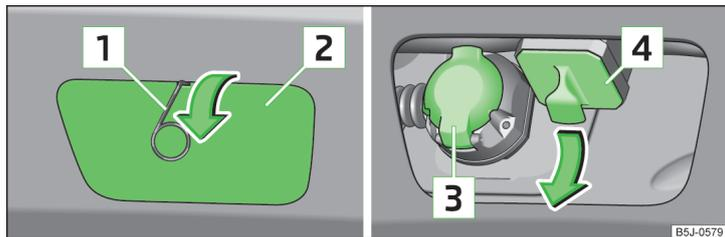
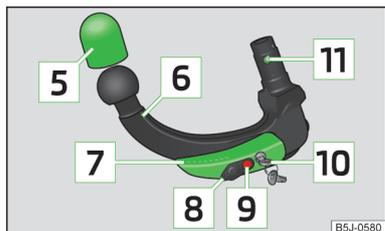

Fig. 123 Retirar la tapa: en el parachoques trasero / para la cavidad de alojamiento
Fig. 124
Soporte del dispositivo de remolque y barra de cabeza esférica » fig. 123 y » fig. 124
- Extraiga la tapa situada en el parachoques trasero [2] » fig. 123 de la página 132 por medio del estribo para retirar los tapacubos integrales en el sentido de la flecha.
- Extraiga la tapa de la cavidad de alojamiento [4] » fig. 123 de la página 132 en el sentido de la flecha » !.
Conserve en un lugar apropiado del maletero la tapa [2] y [4] » fig. 123 de la página 132 después de extraerlas.
- Introduzca la tapa para la cavidad de alojamiento **4** » fig. 123 de la página 132 en el sentido contrario al de la flecha.
- Coloque la tapa situada en el parachoques trasero **2** » fig. 123 de la página 132 por los "ganchitos" situados en el área inferior del parachoques.